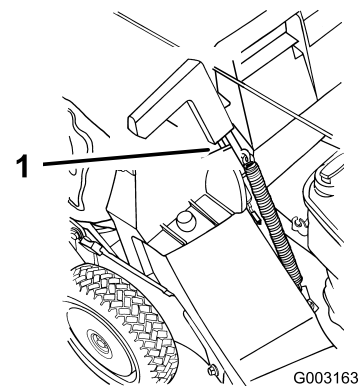

Bild 18
5. Ziehen Sie den Griff der Auswurfkanalklappe nach vorne, bis der Stift aus dem Riegel heraus ist. Bewegen Sie anschließend den Griff rückwärts, bis der Stift in die Korbaussparung einrastet (Bild 18).